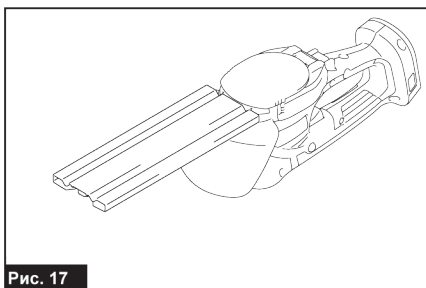

Рис. 17
1. Переверните инструмент (рис. 17).